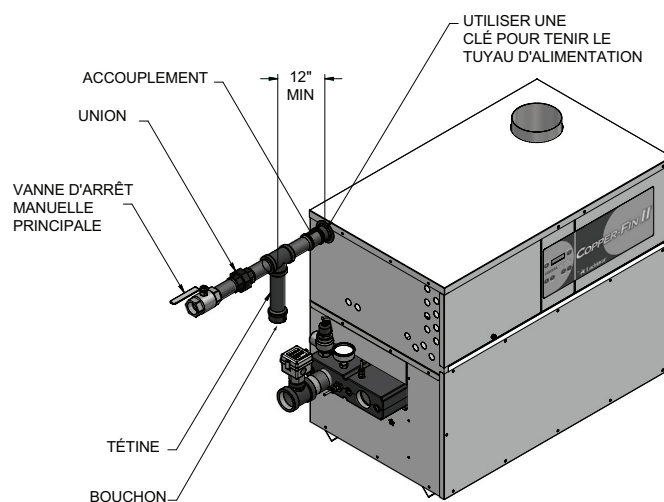

Figure 3-1_Raccordement de la conduite de gaz
- Installer un piège à sédiment sur la conduite d'alimentation vers l'entrée de gaz de l'appareil (voir FIG. 3-1).